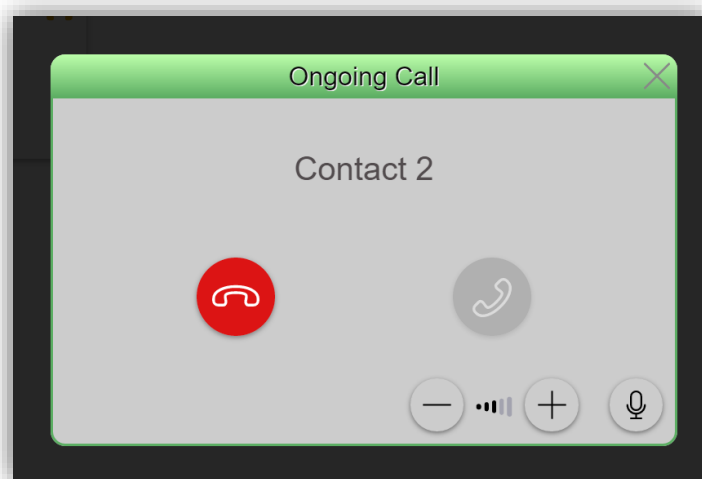

Figura 142. Llamada interna en curso
- **Aceptar llamada:** abre el diálogo de llamada en curso (Figura 142).
Al aceptar una llamada interna entrante, se mostrará la interfaz de la Figura 142.